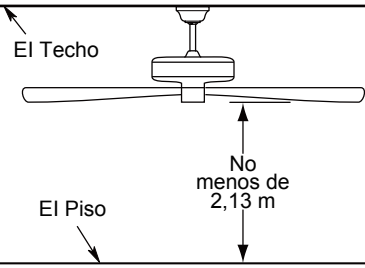

Figura 2
Uso de perfil profundo (Figura 2)
2. Retire el clip de horquilla y pasador de horquilla de la parte inferior de la bola para colgar. Retener el pasador y clip para la reinstalación en el paso 4. (Figura 2)
Debe colgar el ventilador a una distancia mínima de 2,13 m desde las aspas hasta el piso. (Figura 2)